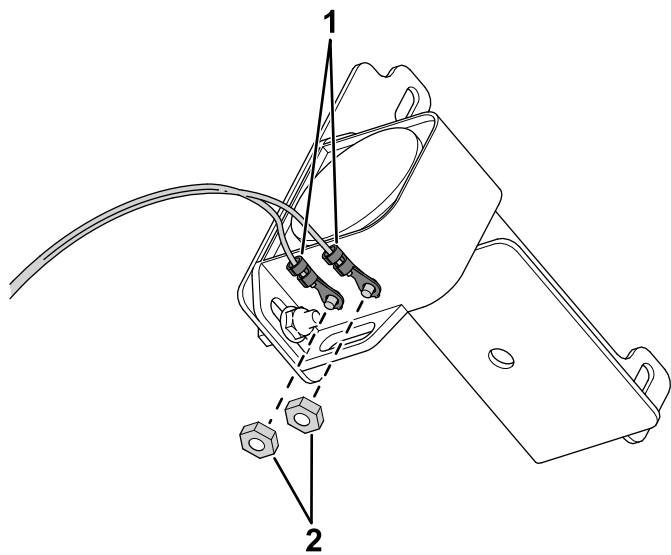

**Figura 1**
1. Utilize os parafusos e porcas para prender o alarme ao suporte de montagem (Figura 1).